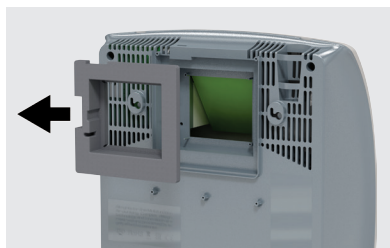

Рисунок 8
4. Аккуратно извлеките пенопластовый теплоизоляционный элемент (рис. 8).